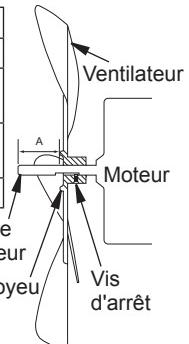

Figure 10 - Coupe transversale du ventilateur
15. Replacez le ventilateur sur l'arbre moteur. Placez la vis d'arrêt sur le côté plat de l'arbre. Voir le tableau de la figure 10 sur les distances entre le moyeu du ventilateur et l'extrémité de l'arbre du moteur. Serrez bien la vis d'arrêt à 2,8-3,50 kg/cm² (40-50 po/lb).